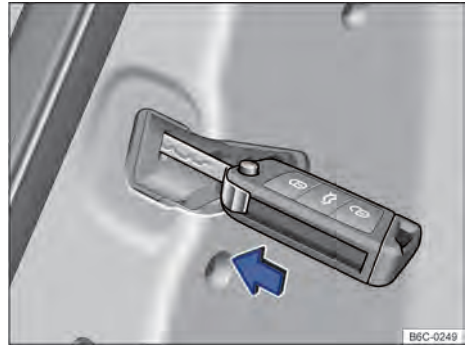

Fig. 55 En las puertas, delantera derecha y traseras: bloqueo de emergencia del vehículo con el paletón de la llave.
- Colocar el paletón de la llave en la entrecara de llave → fig. 55 y presionar.